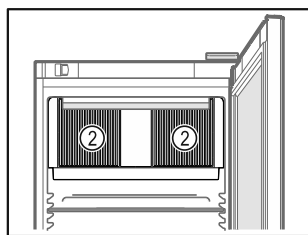

Fig. 64
- No obstruir la ranura de ventilación Fig. 64 (2) del ventilador de recirculación de aire del interior.